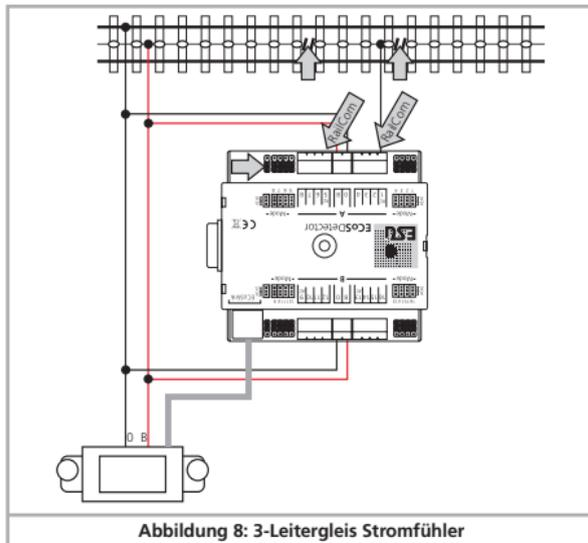

Abbildung 8: 3-Leitersystem Stromfühler
- Verbinden Sie die Eingänge „0“ und „B“ des ECoSDetectors mit dem entsprechenden Boosterausgang. Im Beispiel Abb. 8. werden beide Rückmeldegruppen „A“ und „B“ jeweils vom gleichen Booster versorgt. Daher müssen die Klemmen „0“ und „B“ auf beiden Seiten des ECoSDetectors mit einander verbunden wer-